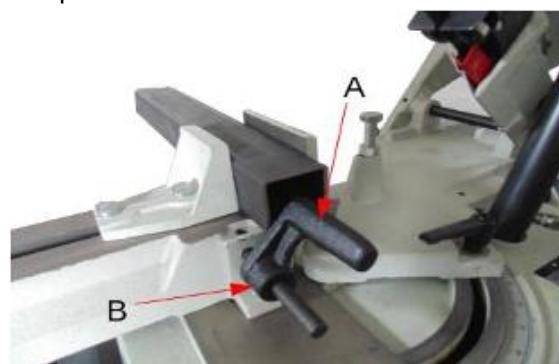

Рис. 16
Упор используется, когда более одного элемента отрезается до одинаковой длины. Разместите упор (A на рис. 16), сохраняя выбранное вами расстояние до полотна. Рекомендуется, чтобы элемент соприкасался с упором снизу (см. рисунок 16). Упор можно переставить вперёд или назад после откручивания винта (B) и соответствующего перемещения.